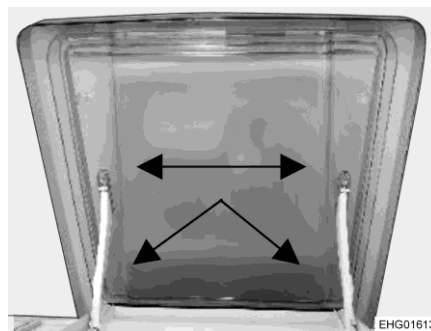

Fig. 175 Lanterneau VisionStar
- Le lanterneau peut être retiré pour le nettoyer. Retirer pour ce faire avec précaution les goupilles en plastique (Fig. 175, flèche).